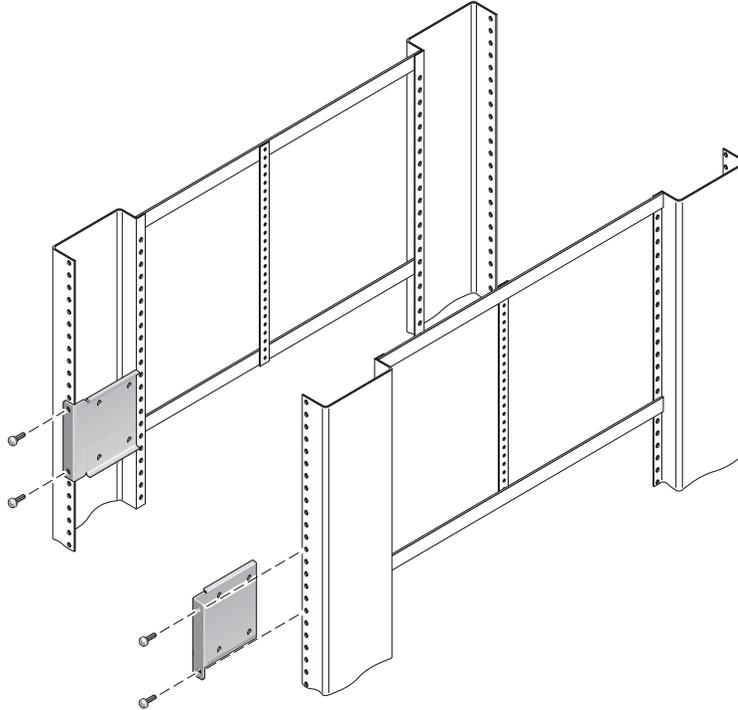

FIGURA 3-10 Fijación de los soportes cortos a la parte frontal del bastidor
7. Levante cada soporte corto hasta la posición deseada en la parte *frontal* del bastidor y acople un soporte corto a cada una de las posiciones verticales frontales del bastidor (FIGURA 3-10).